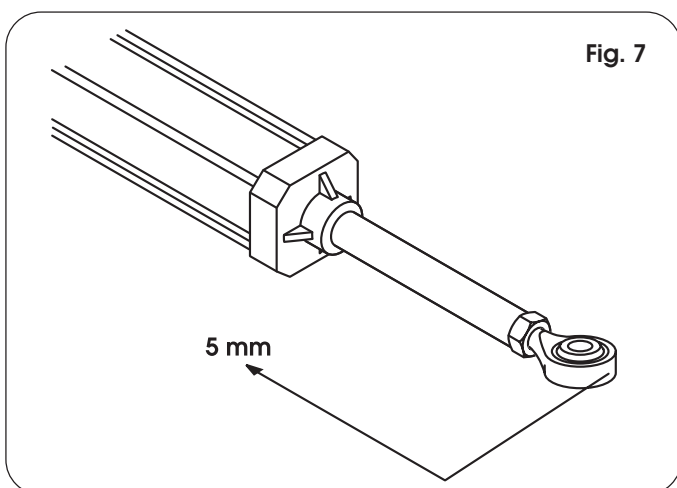

Fig. 7
- 5) Extraiga completamente el vástago hasta el tope y hágalo entrar de nuevo unos 5 mm (Fig.7).